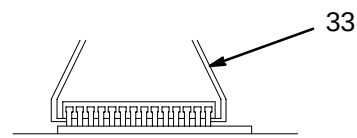

Fig. 46
3. Localiser les puces de logiciel U6 et U7 sur la carte de commande (32). Noter le sens des puces.
4. Utiliser un outil de démontage de circuits intégrés (33) pour enlever les anciennes puces. Tirer les puces vers le haut. Voir Fig. 46.